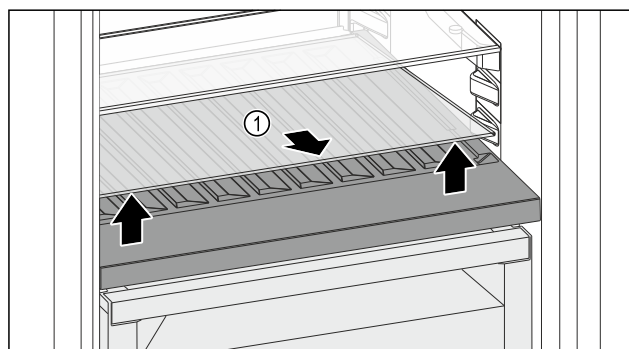

Fig. 145
- Soulever la plaque de verre Fig. 145 (1) au niveau de l'évidement avant et la retirer.
- Entreposer la plaque de verre Fig. 145 (1) dans un endroit sûr hors de l'appareil.
- Insérer la plaque de verre (2) sous le compartiment à bouteilles amovible.